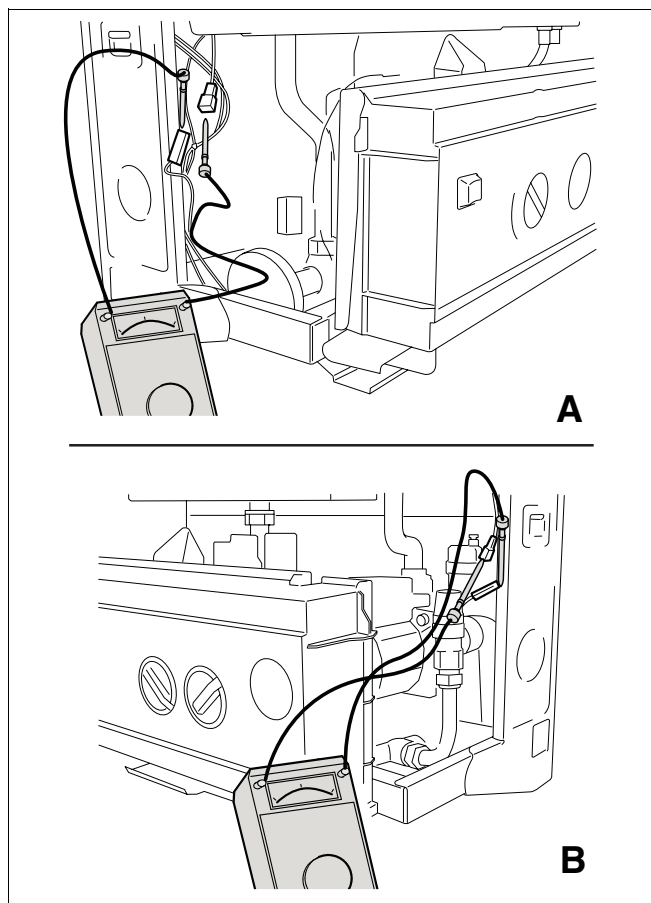

Fig. 20 Măsurarea curentului de ionizare
- Se scoate ștecherul electrodului de ionizare și se comută la mijloc aparatul de măsurare a curentului. La aparatul de măsură se alege domeniul μA (DC) (fig. 20).